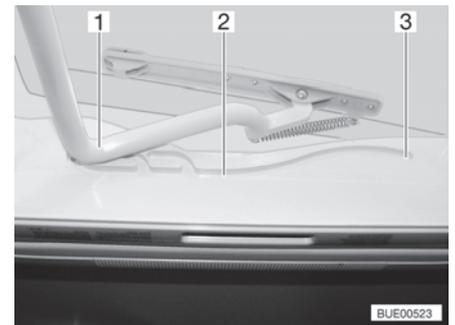

Bild 44 Führung (Heki-Dachhaube)
- Den Bügel (Bild 44,1) in den Führungen (Bild 44,2) bis in die hinterste Position (Bild 44,3) ziehen.
- Den Bügel (Bild 44,1) mit beiden Händen leicht nach oben drücken.
- Den Bügel in den Führungen (Bild 44,2) bis zur gewünschten Stellung ziehen.